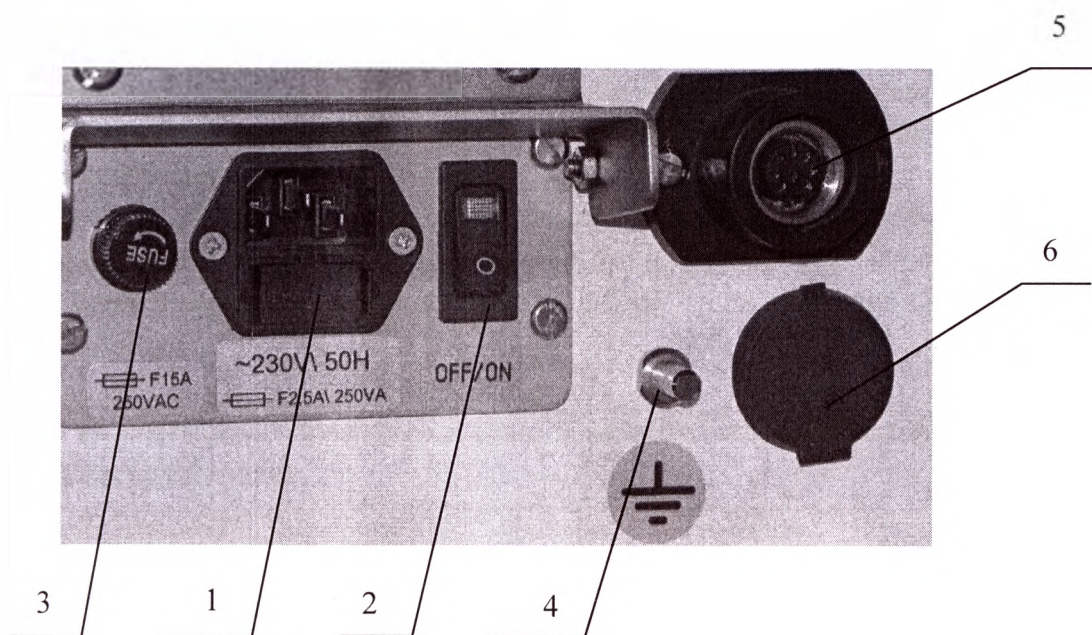

Рисунок 2. Панель питания.
- 9.4 Перед использованием стола по назначению подсоедините стол к контуру наружного заземления с помощью заземляющего зажима 4 (Рисунок 2), расположенного на станине основания стола.
- 9.8 На панели питания включите выключатель 2 (Рисунок 2). Стол готов к работе.
9.11 При разряженных батареях вставьте один конец съёмного шнура питания в разъём 1 (Рисунок 2), а второй - в сеть питания $\sim(230\pm23)\text{В}$, $(50\pm0,1)\text{Гц}$.
9.12 После окончания работы отключите стол от автономной сети питания, выключив на панели питания выключатель 2 (Рисунок 2)